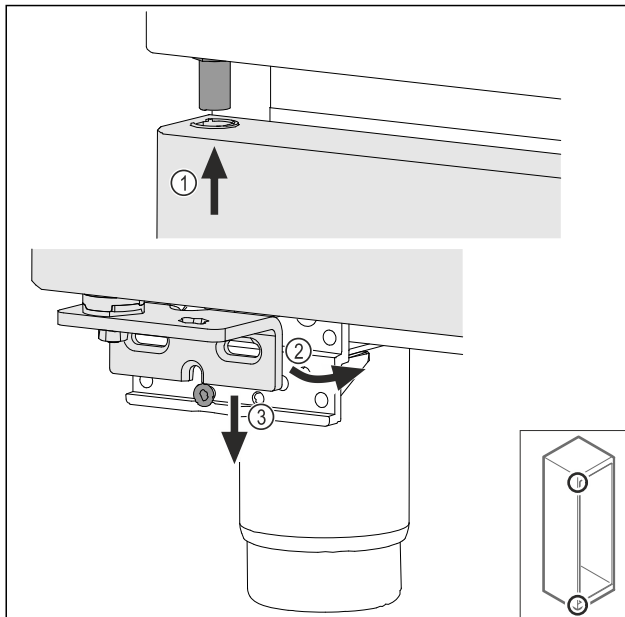

Fig. 43
- ▶ Enfiler la porte légèrement inclinée en haut Fig. 43 (1), redresser la porte Fig. 43 (2) et la poser en bas sur la vis du support de palier Fig. 43 (3).